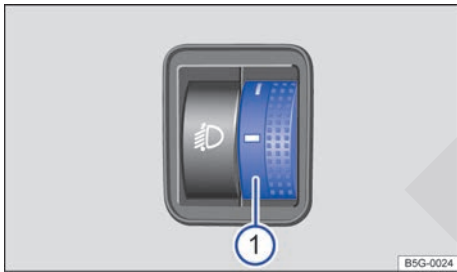

Fig. 107 Junto al volante: regulador del alcance de las luces ①.
Para realizar el ajuste, gire correspondientemente el regulador fig. 107 ①:
Los vehículos con regulación dinámica del alcance de las luces no disponen del regulador → fig. 107 ①. Al encender los faros se adapta el alcance de las luces automáticamente al estado de carga del vehículo → ⚠.